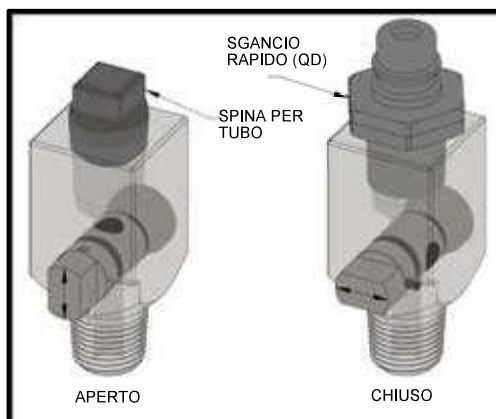

Figura 3
4. Chiudere tutte le porte di iniezione del sigillante come mostrato nella Figura 3.
5. Per rendere l'iniezione del sigillante più rapida e semplice su raccordi che richiedono più di 2 j-stick, nei più recenti kit della pompa per iniezione sigillante PLIDCO sono stati aggiunti adattatori a sgancio rapido. Avvitare gli adattatori a sgancio rapido direttamente nella porta di iniezione del sigillante come mostrato nella Figura 3. Se si dispone di un'unità esistente e si desidera effettuare un aggiornamento, contattare PLIDCO per informazioni sul kit di aggiornamento.